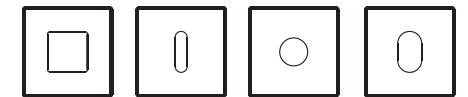

图2
- 2、接好电线，将灯体套入到86底盒中，扭紧螺丝，盖上面盖即可（见图2）。